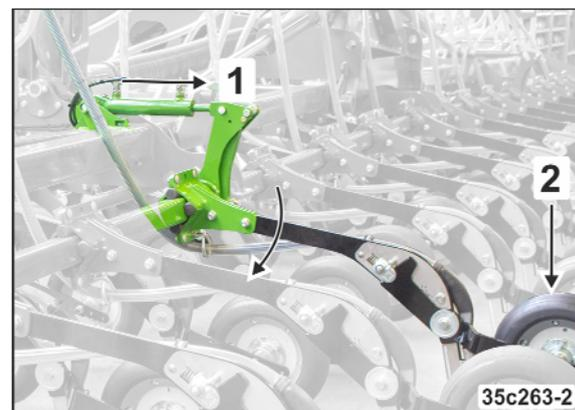

Fig. 180
1. Je weiter der Hydraulikzylinder (Fig. 182/2) ausfährt, desto weiter verdreht der Scharbalken (Fig. 180/1) und der Schardruck wird erhöht (Fig. 180/2).